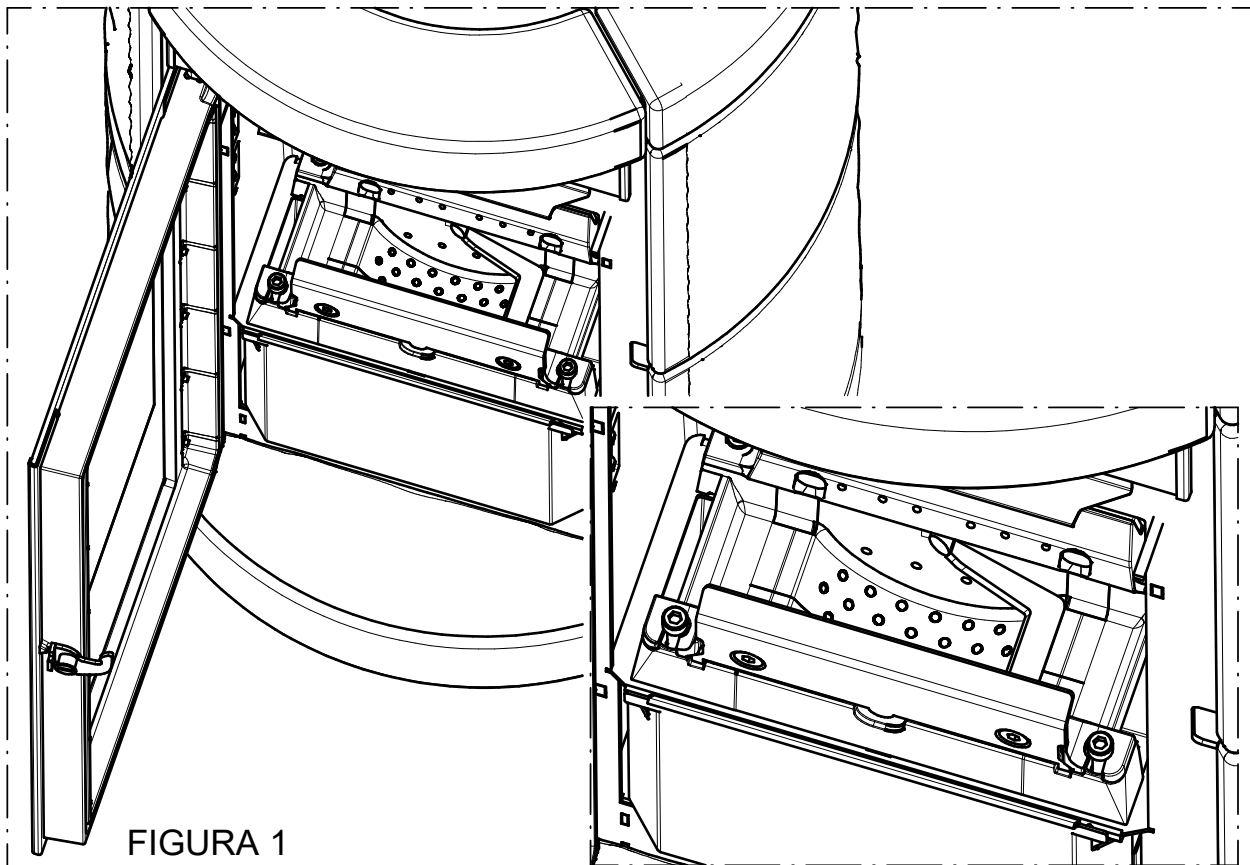

FIGURA 1
- Limpie meticulosamente el quemador (figura 1), utilizando un aspirador; limpie con especial atención la zona cercana a la bujía de encendido. Esto garantiza el correcto funcionamiento del equipo y evita los encendidos fallidos.
- Abra la puerta del hogar y verifique que el área en la que actúa el rascador Pellet Power® esté libre de sedimentos (figura 1).
- Verifique que los orificios del quemador y el canal de alojamiento de la resistencia estén libres de sedimentos de cualquier tipo. Si es necesario, aspire y limpie (figura 1).